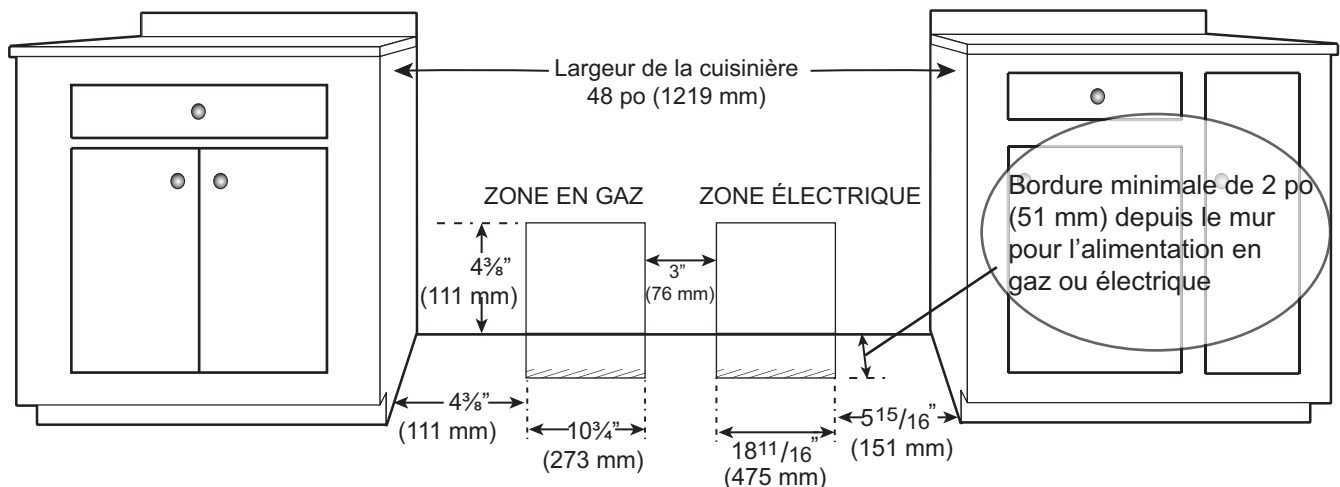

Figure 4 : Emplacement de l'alimentation électrique et en gaz pour les cuisinières à combustion jumelée
- Les entrées d'électricité et de gaz doivent se trouver dans les zones indiquées à la *Figure 4*.